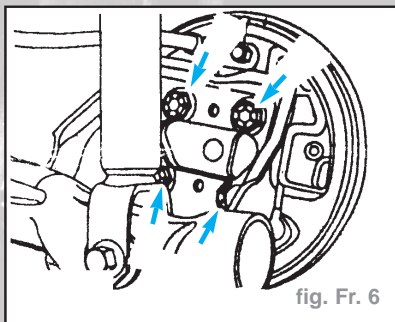

fig. Fr. 6
- Déposer l'ensemble moyeu et le tambour (fig. FR 6).
- Reposer l'ensemble moyeu et le tambour (fig. Fr. 6).